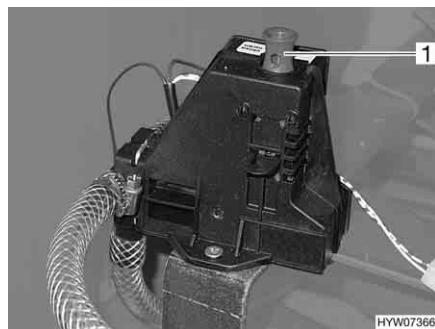

Fig. 65 Valve de sécurité et de vidange du chauffe-eau
Le chauffe-eau est équipé d'une valve de sécurité et de vidange (Fig. 65). La valve de sécurité et de vidange empêche que l'eau ne gèle dans le chauffe-eau lorsque le chauffage n'est pas allumé en cas de gel.
- Fermer la valve de sécurité et de vidange. Pour cela, tirer l'interrupteur à tirette (Fig. 65,1) vers le haut.
- Ouvrir la valve de sécurité et de vidange. Pousser l'interrupteur à tirette (Fig. 65,1) vers le bas. Le chauffe-eau est vidé à l'extérieur par le biais de la valve de sécurité et de vidange.